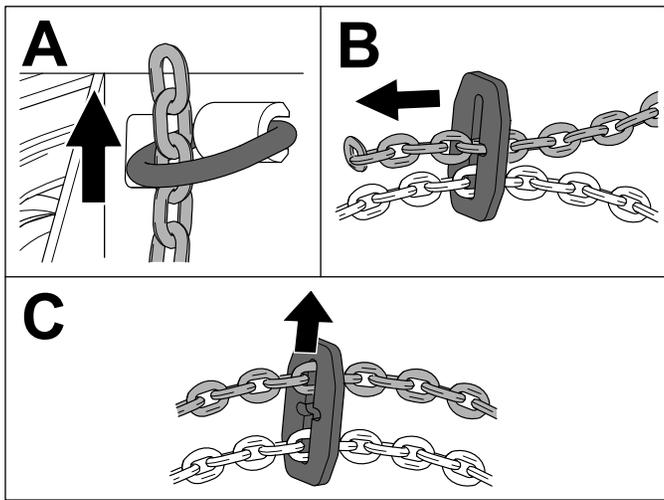

Figura 4
1. Pase las cadenas izquierda y derecha a través de los anillos de amarre derecho e izquierdo respectivamente (Figura 4).
2. Introduzca el extremo de la cadena a través de la chapa de retención (Figura 4) y ajuste la longitud de la cadena hasta que la parte trasera de la desbrozadora no pueda elevarse más de 30 cm (12") por encima del suelo.
3. Sujete la cadena tirando de la misma hacia el borde de la chapa de retención (Figura 4).